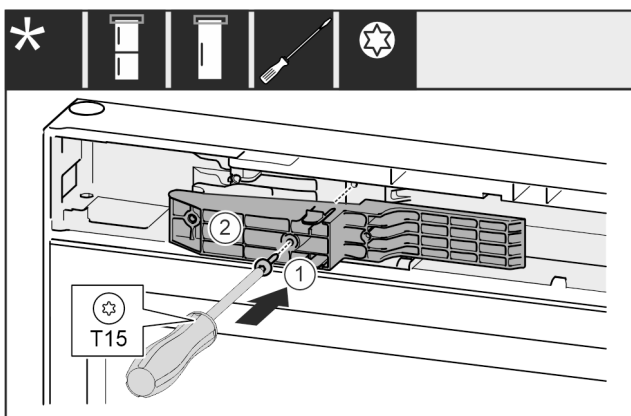

Fig. 70 \*
- ▶ Adapterstuk Fig. 70 (1) aan de greepzijde in de uitsparing plaatsen.\*
- ▶ Schroef Fig. 70 (2) met een schroevendraaier vastschroeven.\*